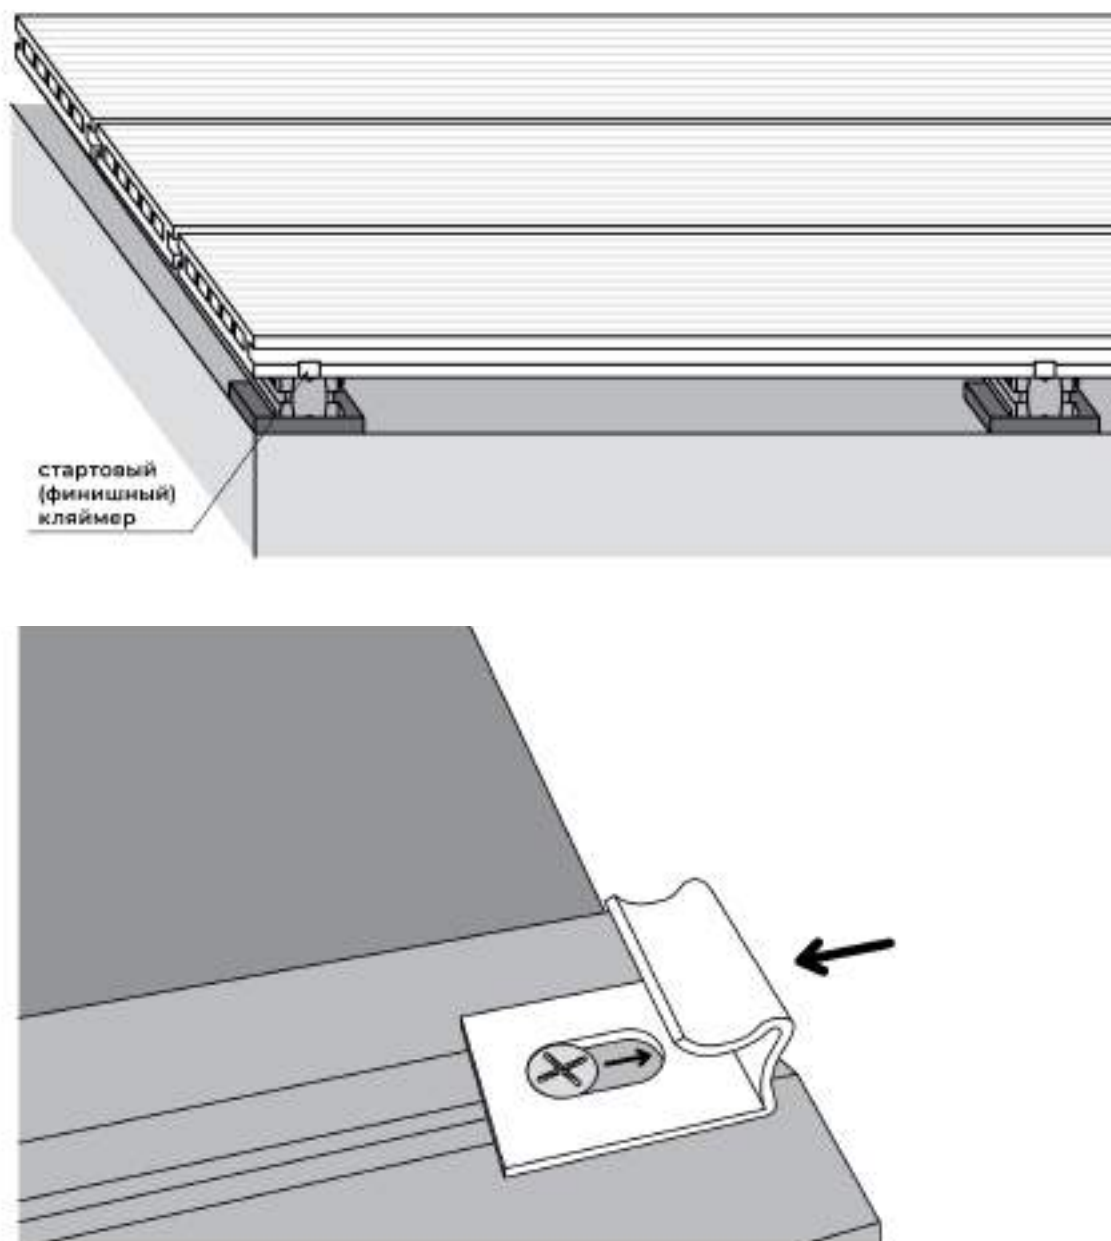

Рис.13
4. После укладки последней доски на лаги, вставляют финишный (стартовый) кляймер под доску на расстоянии не более 1 мм от края доски. Убирают доску, крепят кляймер саморезом, укладывают доску и подбивают кляймер до полного контакта с доской (рис.13).